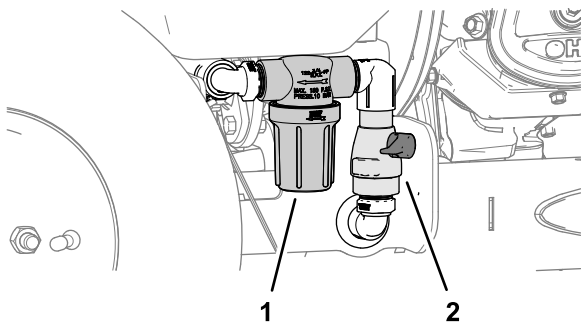

Figure 61
2. Tournez la manette de la vanne d'arrêt de la pompe de 90° dans le sens antihoraire à la position FERMÉE (Figure 61).
3. Placez un bac de vidange sous le filtre (Figure 61).
9. Tournez la manette de la vanne d'arrêt de la pompe de 90° dans le sens horaire à la position OUVERTE (Figure 61).